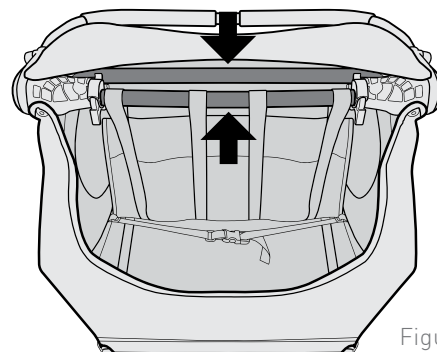

Figure 2
2. Accédez au tube du cadre arrière par le siège (Figure 2).